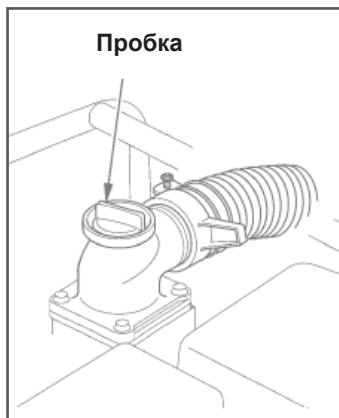

Рис. 17 Расположение пробки заливного отверстия
- Открутите пробку 4 отверстия для заливки воды в корпус насоса (Рис. 17).